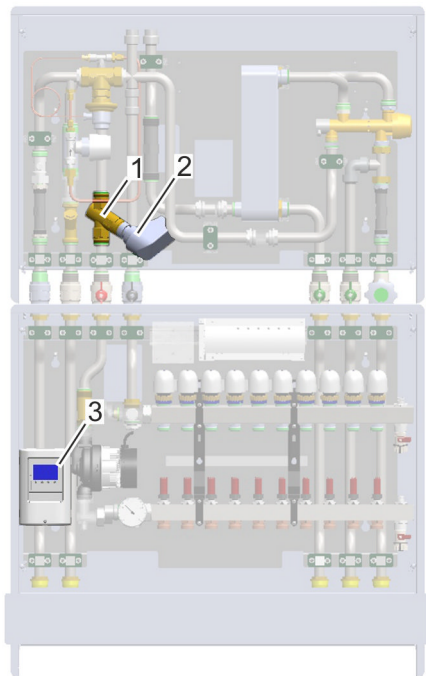

Abb. 75: Dynamischer Massenstromregler
2. ➤ Stellantrieb (Abb. 75/2) entfernen.
4. ➤ Stellantrieb (Abb. 75/2) aufsetzen.
⇒ Das Regelventil und der Stellantrieb (Abb. 75/1, 2) sind betriebsbereit.
5. ➤ Regler für die Steuerung des Stellantriebs (Abb. 75/3) einstellen.